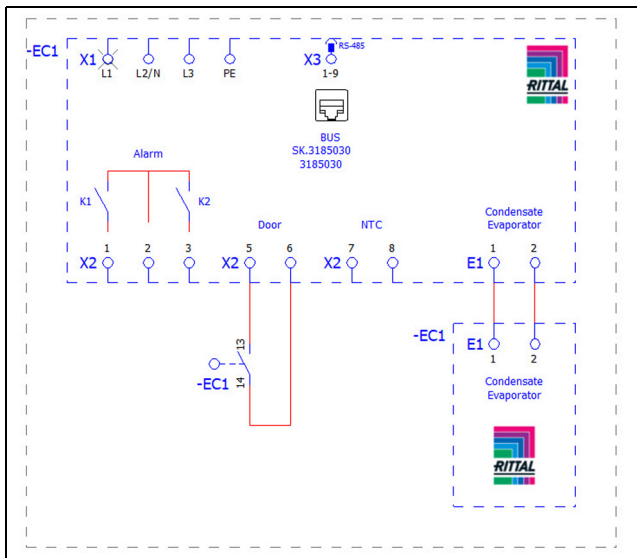
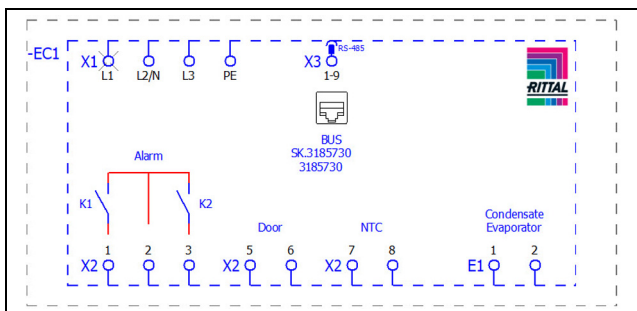

Рис. 16: Электрическая схема 3185030
Рис. 17: Электрическая схема 3185730
- Возьмите из пакета с принадлежностями сетевой штекер и произведите подключение питания в соответствии с маркировкой (рис. 16 или рис. 17).